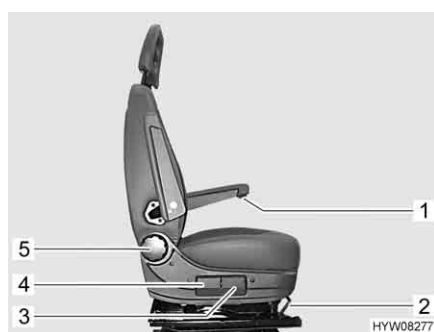

Fig. 3 Elementi di comando sul sedile
- Tirare la staffa (Fig. 3,2) verso l'alto.
- Tirare la maniglia (Fig. 3,3) verso l'alto.
- Tirare la maniglia (Fig. 3,4) verso l'alto.
- Ruotare la rotella zigrinata (Fig. 3,5). A seconda della direzione di rotazione lo schienale si muove in avanti o indietro.
- Ruotare la rotella zigrinata (Fig. 3,1). A seconda della direzione di rotazione il bracciolo si muove verso l'alto o verso il basso.